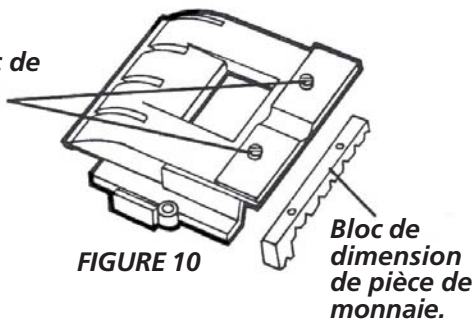

FIGURE 10
- Démontez les deux vis fixant le bloc de dimension de pièce de monnaie au couvercle supérieur de la chute à monnaie (voir Figure 10).